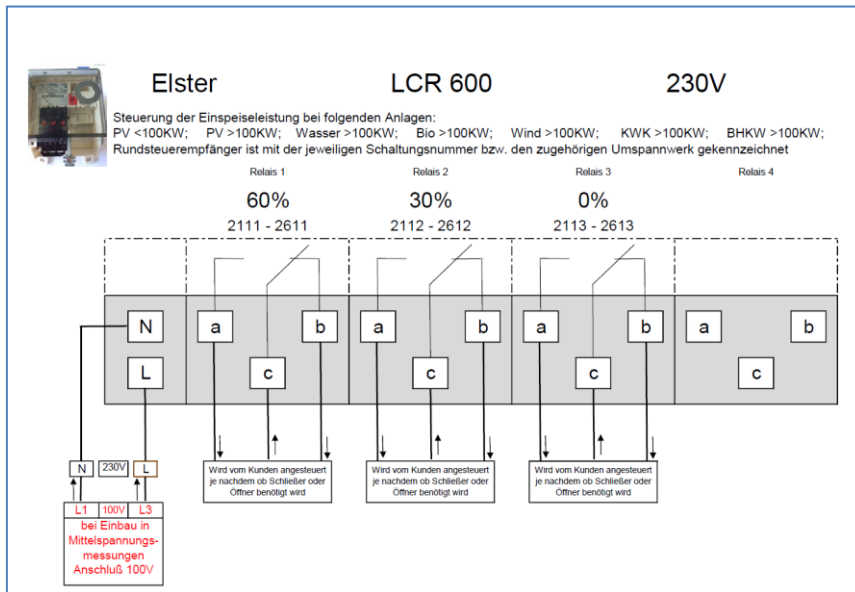

Abbildung 8: Schaltbild des Rundsteuerempfängers
3.3.2. Tonfrequenz-Rundsteuerempfänger (TRE/ Abbildung 8)